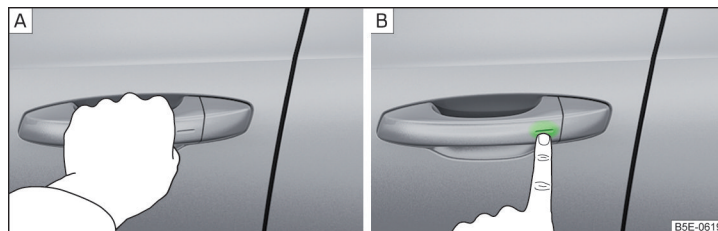

Fig. 33 Desbloquear vehículo / bloquear vehículo
► Agarrar la manivela para **desbloquear** el vehículo » fig. 33 - **A**.
► Tocar el sensor en la manivela con el dedo para **bloquear** el vehículo » fig. 33 - **B**.